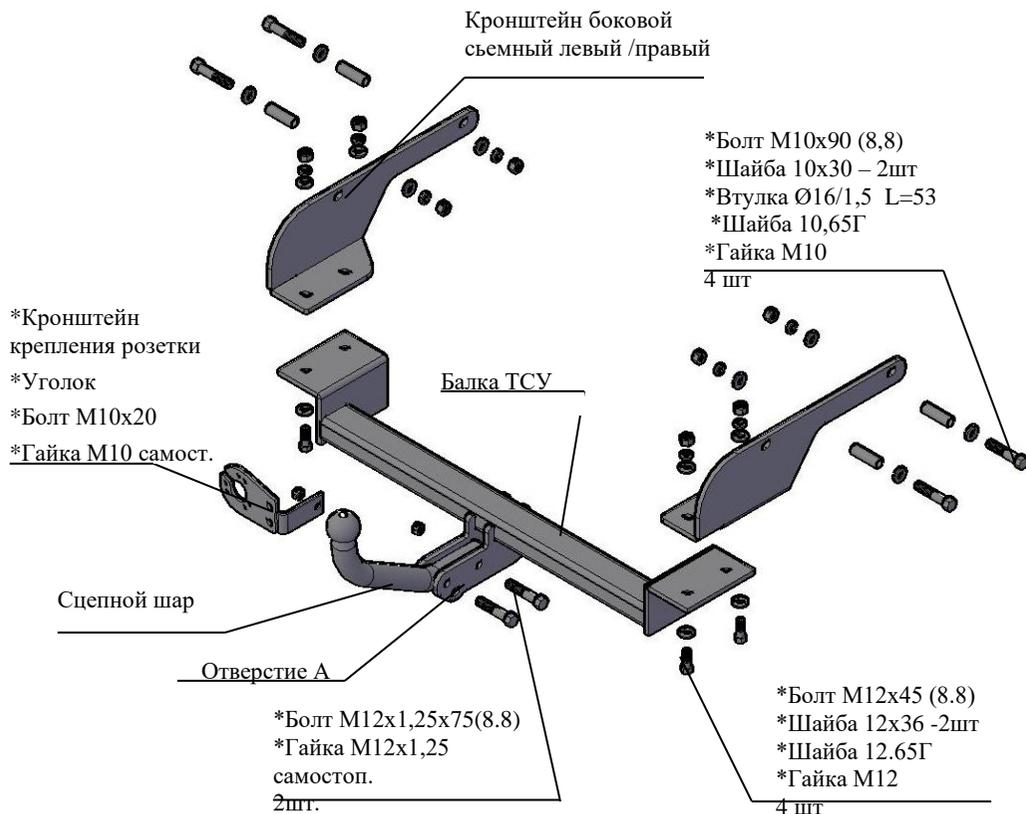

Рис.1 Тягово-сцепное устройство 7750 .
2.1 ТСУ 7750. в сборе (рис.1)	1 шт.
2.2 Пакет с комплектующими (см. рис.1)+ защитный колпак	1 шт.
4.2 Закрепить боковые съемные кронштейны к боковым внутренним полкам лонжеронов а/м (правый и левый как показано на рис.1) болтами М10х90 и гайками М10, вставляя дистанционные втулки и шайбы 10х30 из багажника автомобиля, подложив под гайки шайбы 10.65Г и шайбы 10х30 Крепеж не затягивать.